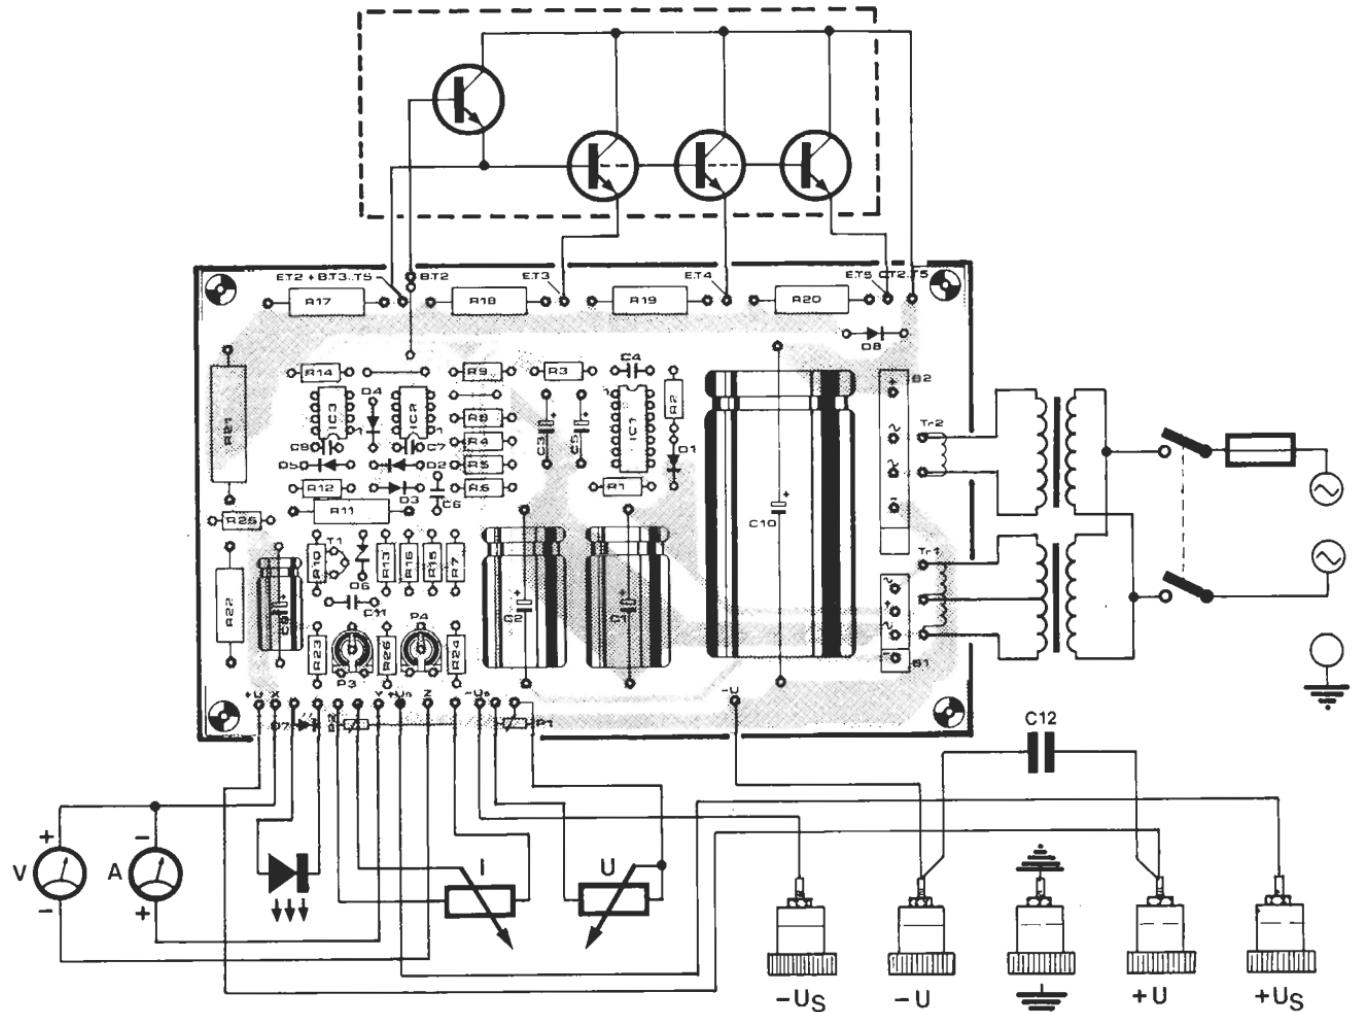

figura 7
- El condensador **C12** está dispuesto directamente en los bornes de salida de la alimentación, como se puede ver en la figura 7.